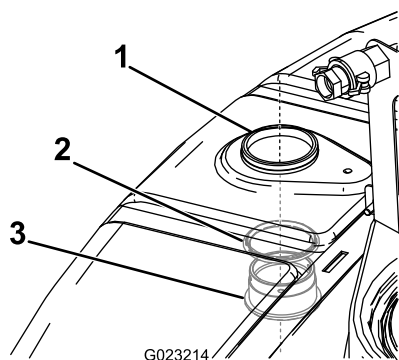

図 14
2. バルクヘッドとOリングをタンクの内側から外側に向けて、先ほど作った穴に取り付ける 図 14。